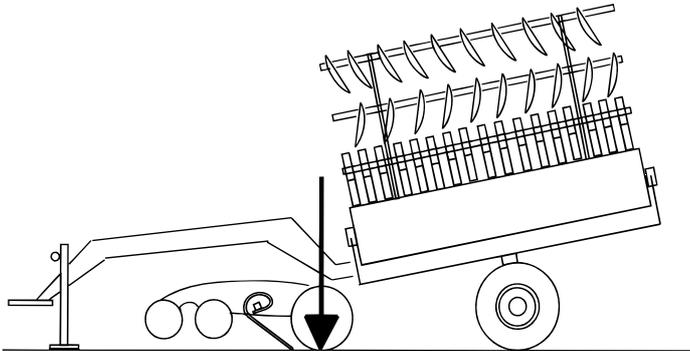

Рисунок 1.8
- ! Следует всегда парковать приспособление на ровной и прочной почве. Блок катковых колец центральной секции должен быть опущен до земли. Смотрите “Рисунок 1.8”.